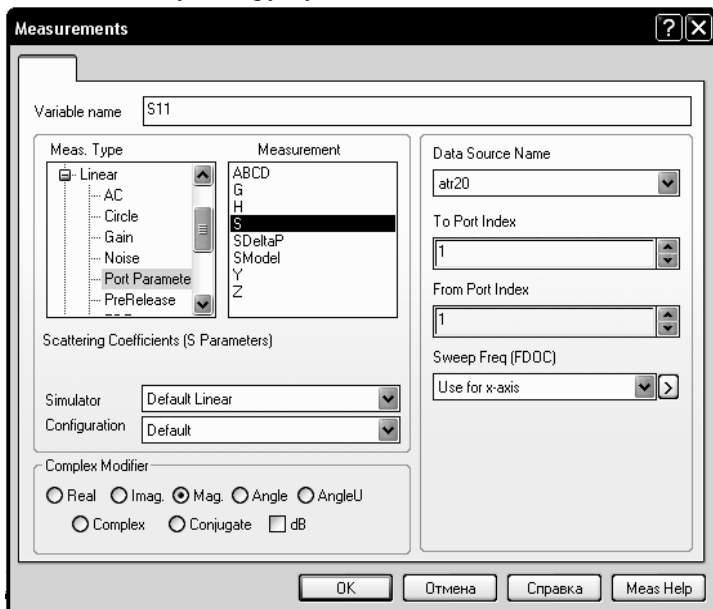

Рис. 2.41
2. Выберите в меню **Draw>Add Output Equation**. Откроется диалоговое окно **Measurements**, показанное на рис. 2.41. В текстовом поле **Variable name** (Имя переменной) введите **S11**, в области **Meas. Type** отметьте **Port Parameters**, в области **Measurement** отметьте **S**, в поле **Data Source Name** введите **atr20**, щёлкая по